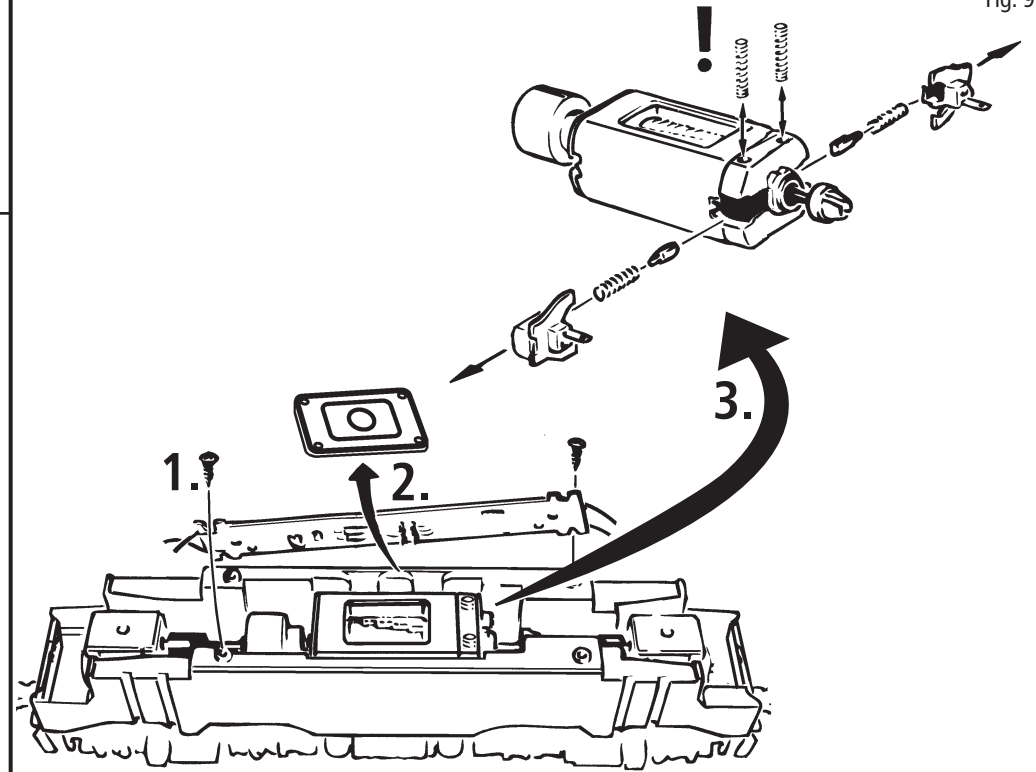

Fig. 10
**Schleiferwechsel:** siehe Fig. 10
**A.C. pick up:** see fig. 10
voir fig. 10